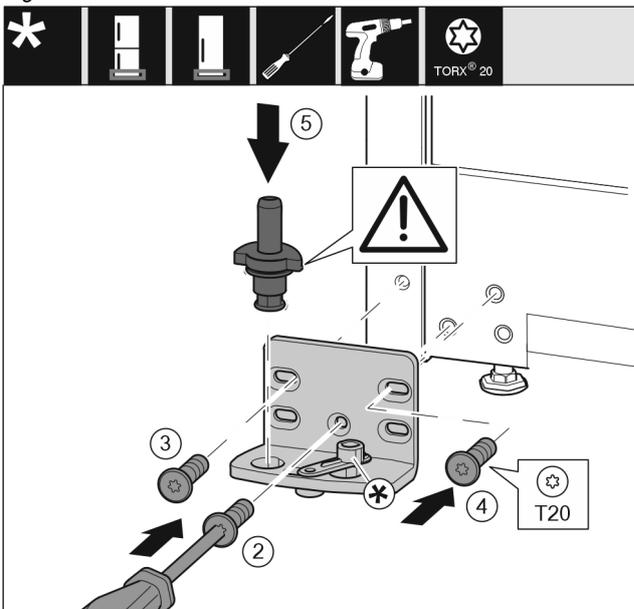

Fig. 14
- ▶ Poser le support de palier de l'autre côté et le visser à l'aide d'un tournevis T20. Commencer par la vis 2 en bas au milieu. *Fig. 14 (2)*
- ▶ Visser les vis 3 et 4. *Fig. 14 (3,4)*
- ▶ Mettre en place l'axe de palier complet. Veiller à ce que l'ergot d'enclenchement soit orienté en arrière. *Fig. 14 (5)*